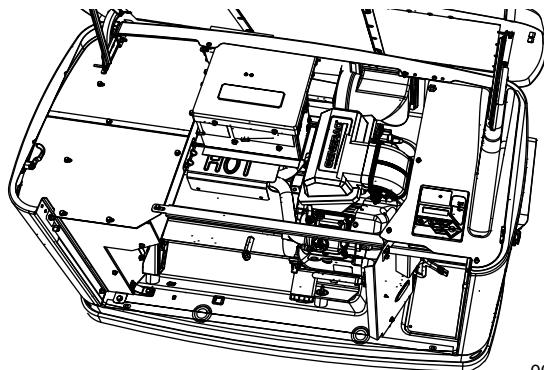

Figure 2-4. Vérification de la présence de dommages
7. Voir la **Figure 2-4**. Une fois le couvercle ouvert, retirez le panneau d'accès avant en le soulevant vers le haut et l'extérieur. Retirez également le panneau noir (indiqué par la flèche) situé en haut de la zone de branchement du client.